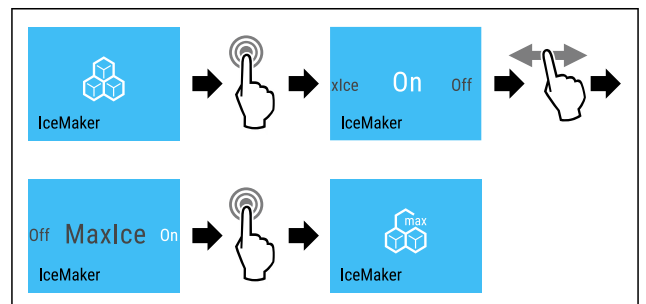

Fig. 21
- ▶ Eseguire i passaggi (vedere Fig. 21).